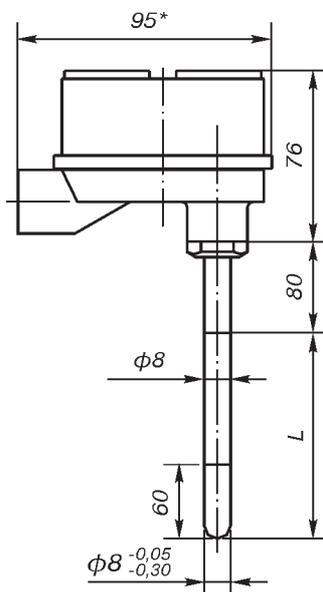

Рис.1.
0...1000°C - для ТХА Метран-251 (рис.1, 2, 8).
ост.см.рис.1